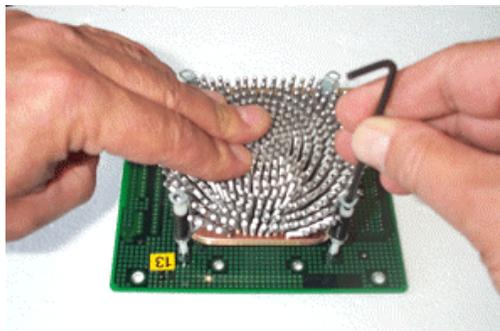

Figure 4
- Maintenir le dissipateur comme indiqué en figure 4 au tout début du serrage des vis, afin d'éviter qu'il ne bascule.